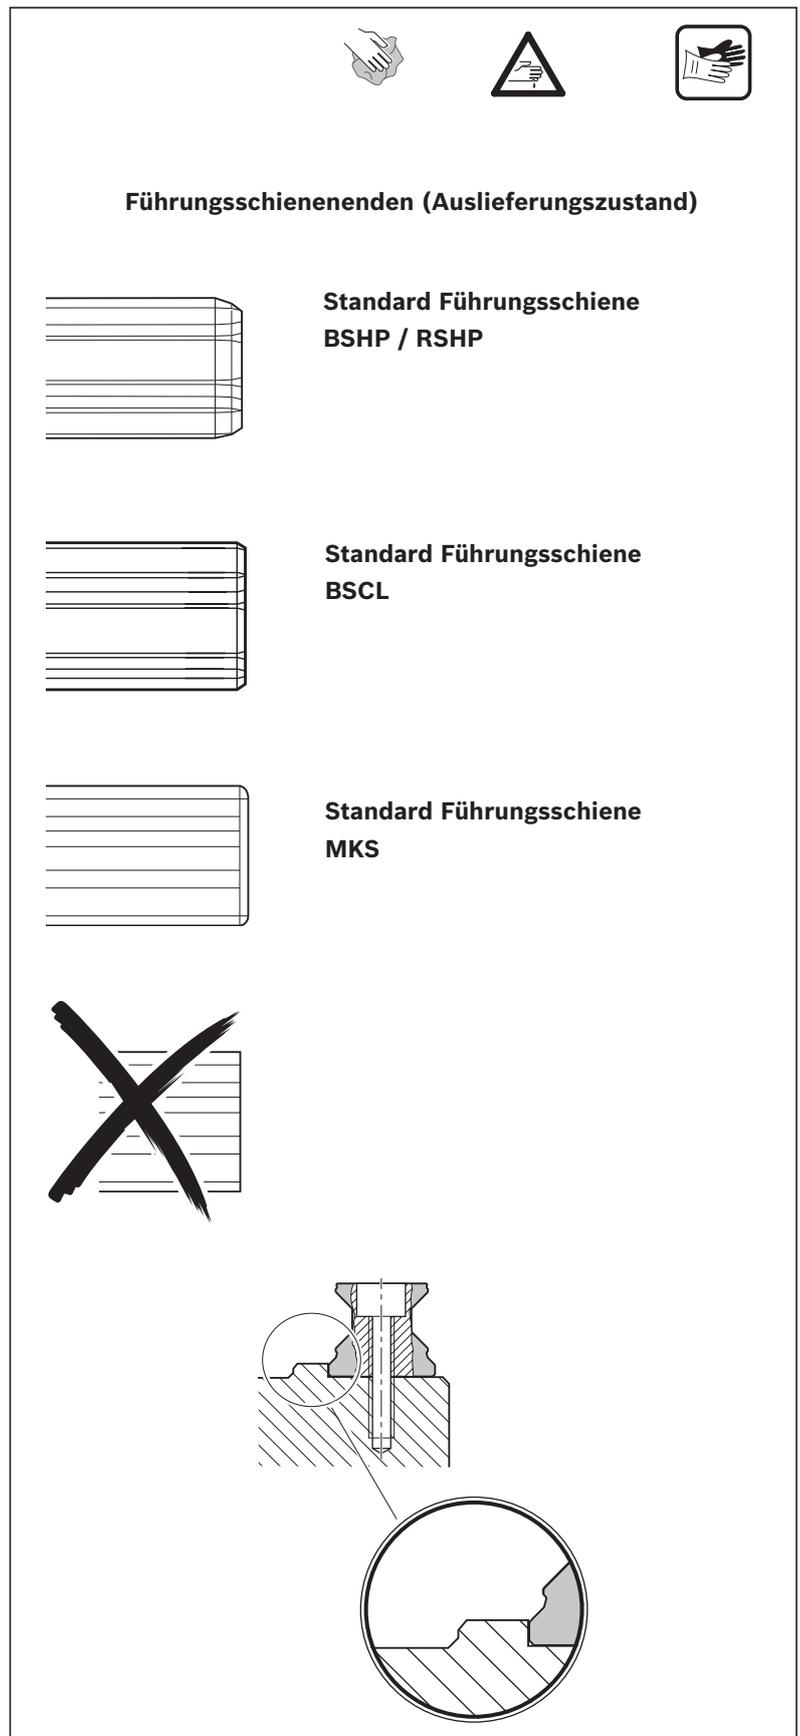

Fig. 11: Führungsschienen vorbereiten
- ▶ Bei Lieferungen von BSHP/RSHP Führungsschienen in Werkslängen/ Packeinheiten müssen die Schienenenden entsprechend Fig. 11 angefast werden. Weitere Informationen hierzu siehe Anleitung „Easy Customizing R320103159“.